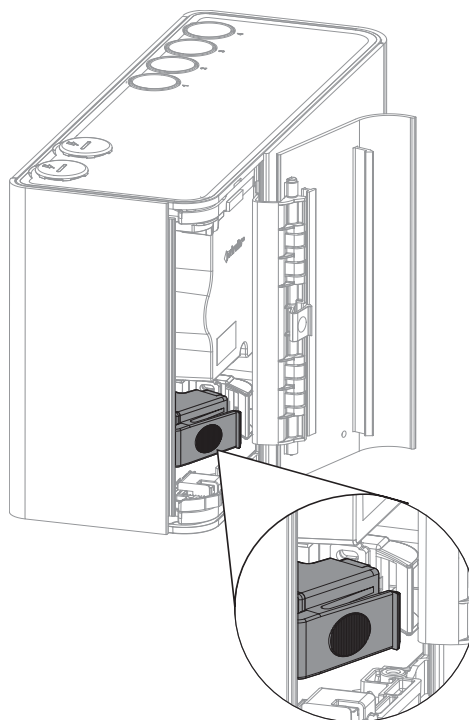

Рис. 7-3: Наклоните фильтр в направлении левой стороны извещателя
3. Наклоните фильтр в направлении левой стороны извещателя (Рис. 7-3). Фильтр имеет шарнирные болты в основании, позволяющие наклонять его на коллекторе камеры.